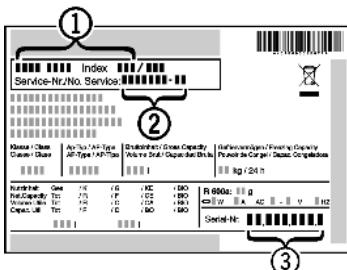

Fig. 13
- Назва пристрою Fig. 13 (1), сервісний номер Fig. 13 (2) та серійний номер Fig. 13 (3) вказані на табличці типів. Табличка типів знаходитьться всередині пристрою, зліва.
- Повідомте сервісну службу про характер неполадки, назву пристрою Fig. 13 (1), сервісний номер Fig. 13 (2) та серійний номер Fig. 13 (3).